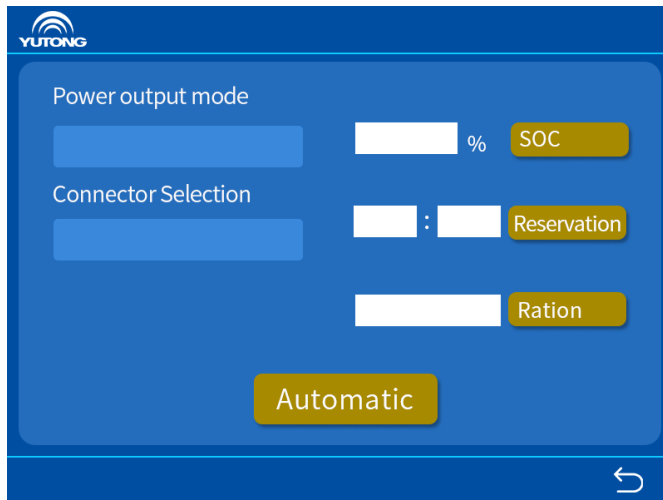

Figura 8 Interfaz de selección del modo de carga
3) El proceso de carga entra en la interfaz de selección del modo de carga, en la que puede seleccionar el modo de carga "SOC", "Reserva", "Cuota" o "Automático" según sus necesidades, como se muestra en la Figura 8.